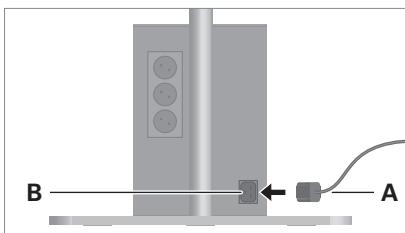

Fig. 10: Raccorder le luminaire.
- ▶ Insérez le connecteur femelle **A** dans la fiche **B** de l'unité d'alimentation, voir Fig. 10.